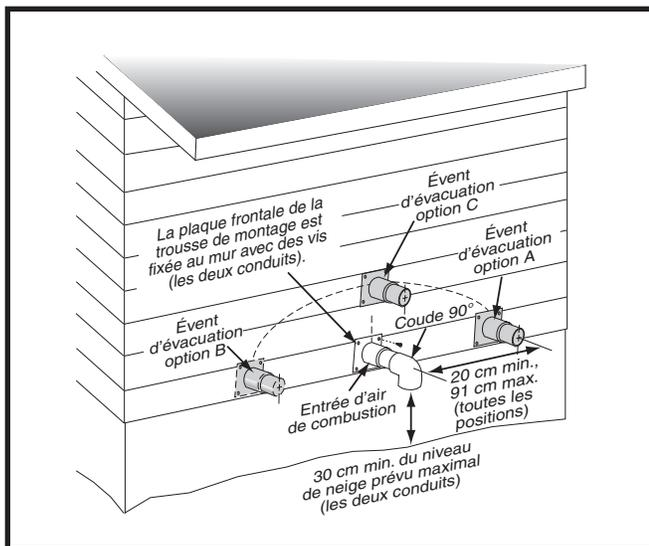
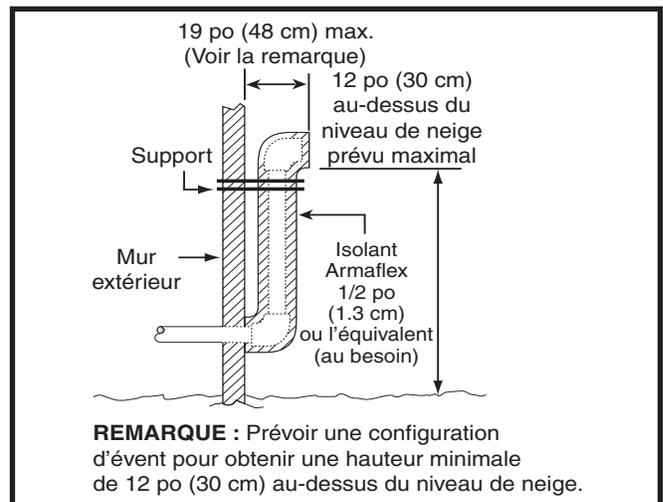
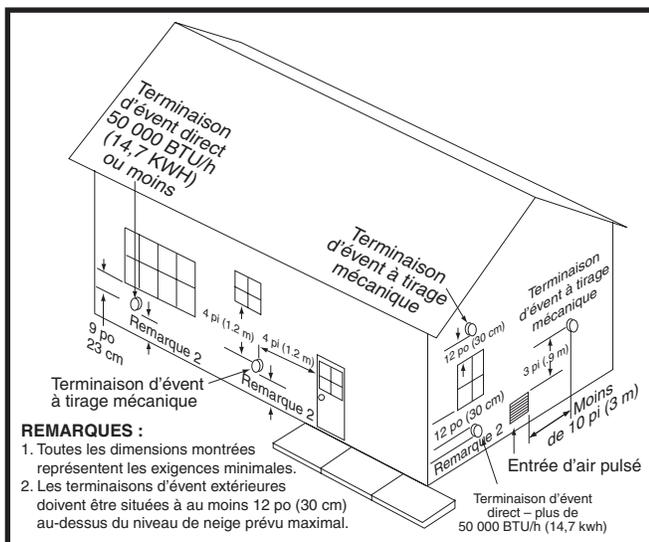
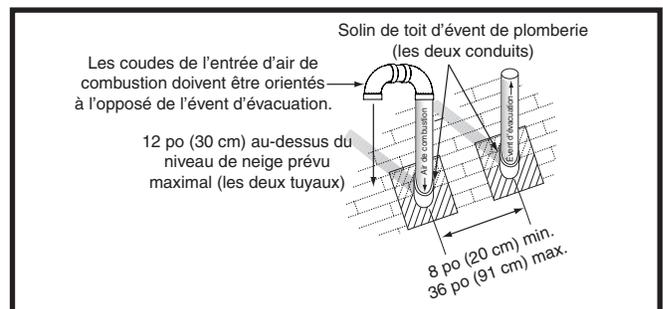

Figure 7. Dégagements du conduit d'admission et du conduit d'évacuation
Figure 9. Autre installation d'un conduit d'évent horizontal
Figure 8. Emplacements de l'évent
Figure 10. Terminaison d'évent vertical
- Si on utilise un système à évacuation directe (2 conduits), l'admission d'air de combustion et l'évacuation doivent être situées dans la même zone de pression atmosphérique. Cela signifie que les deux conduits doivent sortir du bâtiment par la même section de mur extérieur ou de toit, comme indiqué aux Figure 7, Figure 8, Figure 9, et Figure 10.
- Les terminaisons d'évent et d'admission d'air de combustion doivent être installées comme indiqué aux Figure 7 et Figure 8, et conformément à ces directives :
- Tous les dégagements minimums doivent être maintenus pour protéger les matériaux du bâtiment contre la dégradation causée par l'humidité contenue dans les gaz d'évacuation. Lorsque la ventilation traverse un mur dont les surfaces peuvent être affectées par cette humidité, il est recommandé d'utiliser un bouclier résistant à la corrosion derrière la terminaison d'évent. Scellez ou calfeutrez adéquatement tous les joints, fentes et jonctions autour de la terminaison d'évent. Consulter la Figure 7.
- Lorsque le conduit d'évent doit sortir par un mur extérieur à proximité du niveau du sol ou du niveau de neige prévu et qu'il n'est pas possible d'obtenir les dégagements indiqués à la Figure 7 (page 10), il est possible d'utiliser une conduite montante, comme indiqué à la Figure 9.
Les exigences relatives à l'espacement des terminaisons entre le toit et entre chaque terminaison sont indiquées à la Figure 10. L'endroit où le conduit traverse le toit doit être doté d'un solin approprié et étanche; on peut utiliser un chaperon de toit ou un solin équivalent. La tuyauterie d'évent et la tuyauterie d'air de combustion peuvent être installées dans une cheminée existante non utilisée, à condition que :
- les dégagements de terminaison indiqués à la Figure 10 soient maintenus;